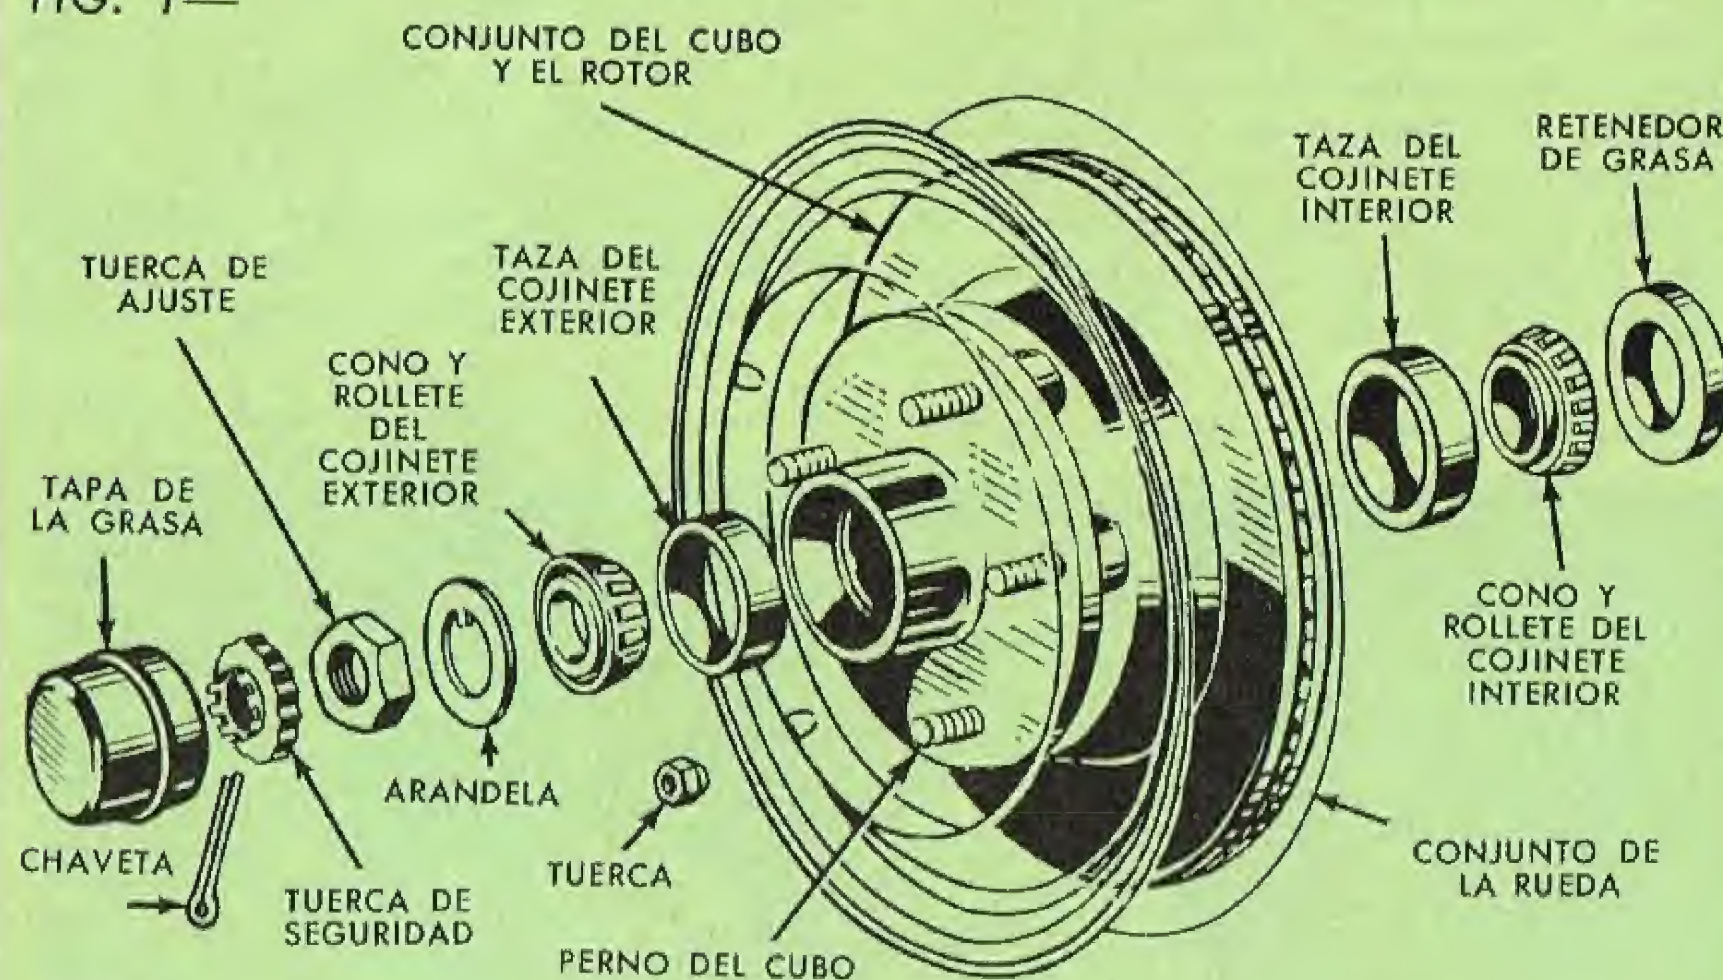

FIG. 2—
La maza de la rueda trasera y el tambor del freno están unidos a prisioneros sobre la brida del eje trasero por tres tuercas de ajuste rápido (Parte 3-2, fig. 2). La rueda y el neumático montan sobre la misma brida de dicho eje y son mantenidos contra la maza y el tambor del freno por las tuercas de ajuste rápido. El cojinete de la rueda trasera es presionado sobre el semieje exactamente dentro de la brida y el conjunto, en total, es retenido en la caja del eje trasero por la placa retenedora del cojinete, la cual está empernada a la brida de la caja.
2. Quite la cubierta de la rueda y la tapa de la grasa del cubo (Fig. 2).